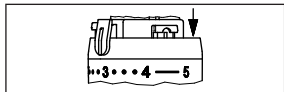

Fig.8
3. Per limitare la posizione di “massima temperatura”, la seconda clip di limitazione dovrà essere inserita nella sede subito dopo alla posizione „4“ (Fig. 8).